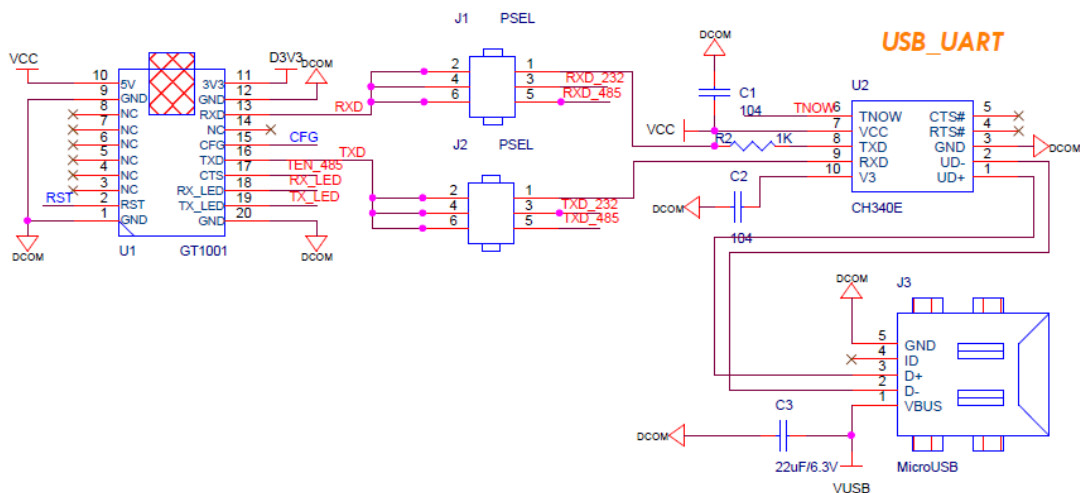

图 4-1 TTL 转 UART 参考设计
- 1) 将图 4-1 中 J1 和 J2 分别选择在<3,4>跳线处；
- 1) 将图 4-1 中 J1 和 J2 分别选择在<5,6>跳线处;
- (4) 按键控制参考电路